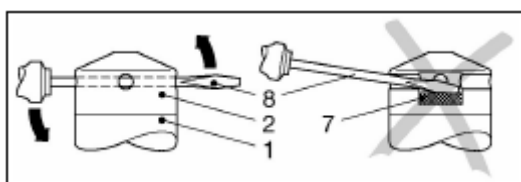

Рисунок 1.
2.4.3. Датчики LMK 358, LMK 358H, LMK 457 имеют предохранительную заглушку, препятствующую механическому повреждению мембраны. В случае необходимости, например, при измерении давления вязких сред, очистке и осмотре датчика, заглушка может быть удалена (см. рисунок 1).